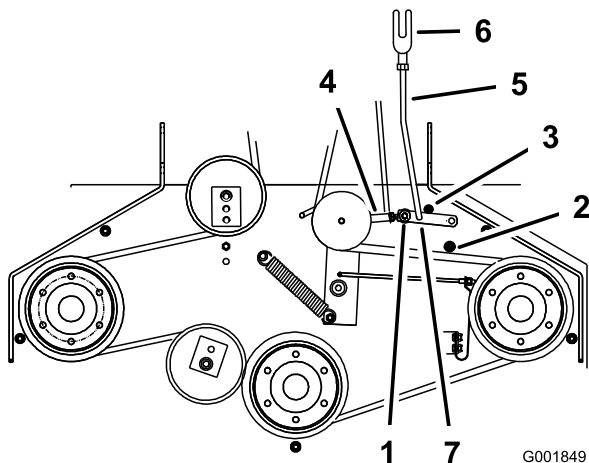

Рисунок 50
5. Убедитесь, что вспомогательный рычаг упирается в соответствующий задний упор на деке (Рисунок 50).
деке. Если он не касается, отрегулируйте коленчатый рычаг так, чтобы он располагался ближе к вставке (**Рисунок 50**).
8. Чтобы отрегулировать тягу вспомогательного рычага, извлеките из него игольчатый шплинт (**Рисунок 50**).
11. Установите тягу на вспомогательный рычаг и закрепите ее игольчатым шплинтом (**Рисунок 50**).